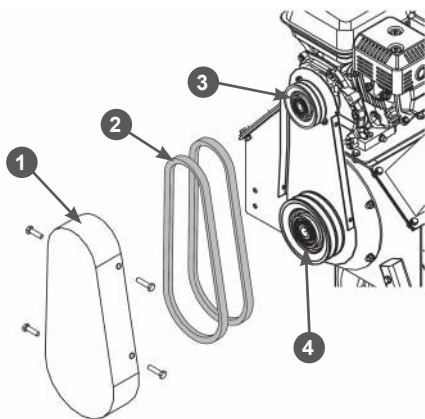

Рис. 28 Проверка состояния ремней
1. Открутите болты крепления и снимите кожух 1 защитный ремней, чтобы получить доступ к ремням (Рис. 28).
2. Проверьте состояние ремней 2 (Рис. 28). Если ремень протерт, надорван или заметны иные повреждения, он должен быть немедленно заменен.
1. Открутите болты крепления и сни-мите защитный кожух 1 ремней (Рис. 28).
3. Снимите ремни со шкивов 3 вала двигателя и 4 барабана с ножами (Рис. 28).